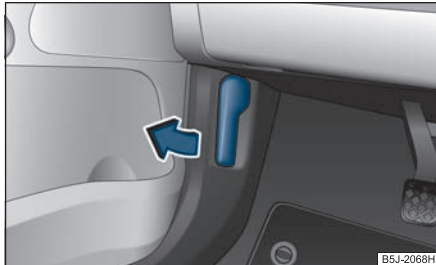

Abb. 178 Entriegelungshebel für Motorraumklappe
⇒ Abb. 178.
- Entriegeln Sie die Motorraumklappe ⇒ Abb. 178.